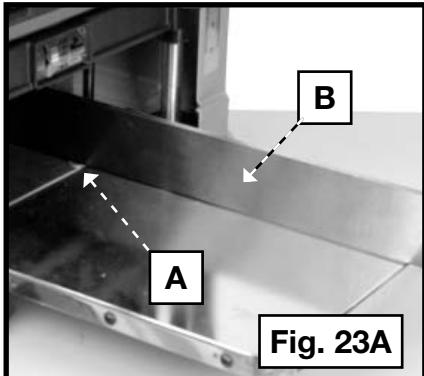
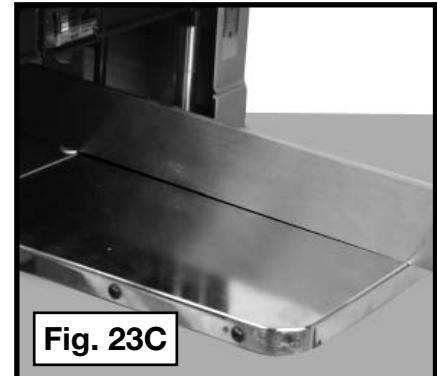

Fig. 23A
Fig. 23C
1. Placer une pièce de dix sous (A), fig. 23A, à chaque extrémité du porte-pièce (alimentation et sortie).
2. Déposer une équerre (B) sur les deux pièces de dix sous. Déployer l'équerre au-delà du bord d'attaque et du bord de fuite des tables d'alimentation.
3. Si les tables sont bien réglées, l'équerre touchera les deux pièces de dix sous et les bords des tables (fig. 23C).